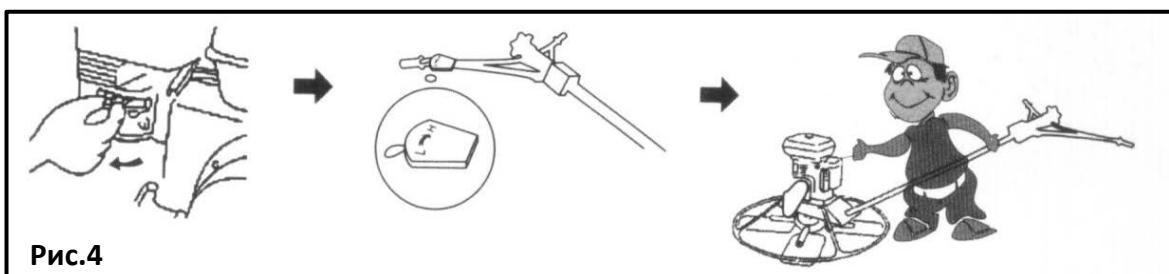

Рис.4
- крепко ухватившись за рукоятку управления одной рукой, другой рукой возьмитесь за рукоятку стартера. Тяните шнур стартера до тех пор, пока не почувствуете сопротивление двигателя, затем отпустите шнур (рис.4);